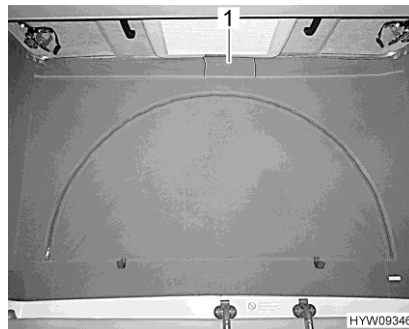

Bild 31 Ventilation (stängt)
- Lossa på tygremmens kardborrband (Bild 31,1) under det uppfällbara taket. Bakom tygremmen finns ett metalltrådsnät som insektsskydd.